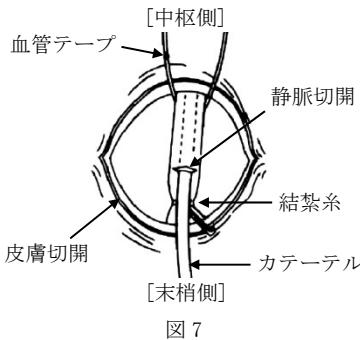

図 7
- 5) カテーテルの先端を目的の部位にゆっくりと進めていく（図7）。X線透視等によりカテーテル先端が適切な位置にあることを確認する（経皮的穿刺挿入法9）の項参照。